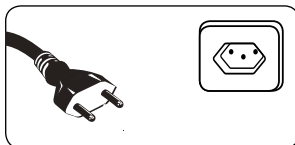

FIGURA 8.1 - CONEXÃO DO PLUGUE A TOMADA
A Figura 8.1 mostra a conexão plugue-tomada. Para sua segurança contra choques elétricos, somente utilize seu pulverizador de tinta em instalações com disjuntor diferencial residual (DR) de 30 mA. Se necessário, contrate um eletricista de sua confiança e solicite a instalação deste componente de segurança.